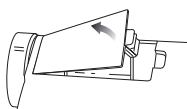

Fig. 12
- 3 Enfoncez sur l'onglet de verrouillage et retirez le couvercle du compartiment à piles. (Fig. 12)